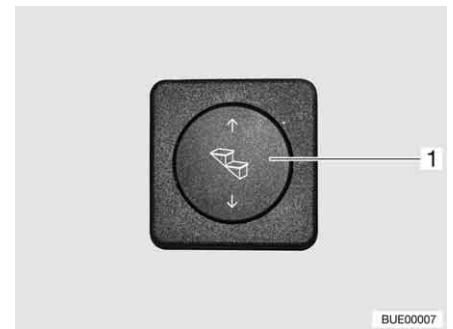

Fig. 14 Botão de comando, degräu
- Pressione o botão basculante (Fig. 14,1) em baixo e mantenha-o premido (pelo menos durante 3 segundos), até o degräu estar completamente desdobrado.
- Pressione o botão basculante em cima (Fig. 14,1) até o degräu ter sido completamente recolhido.